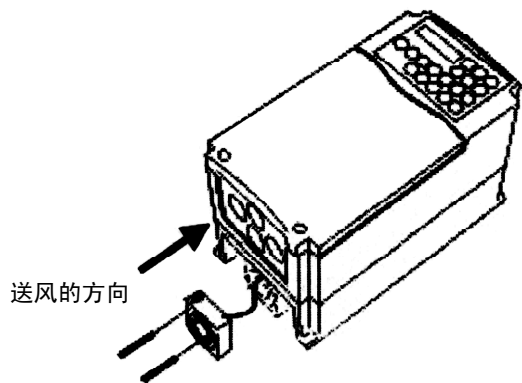
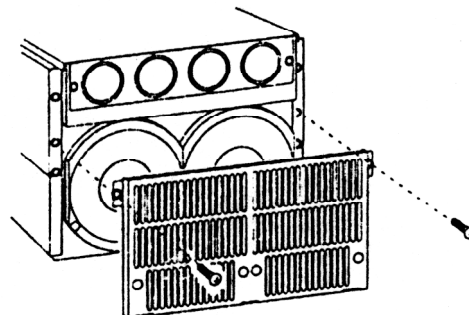

图 10-1 风扇的拆卸(小容量的场合)
图 10-2 风扇的盖板(55K级下的场合)
- 步骤 1 拆下固定风扇的螺丝。（图 10-1, 图 10-2）有些机种有外壳的需先取下外壳。